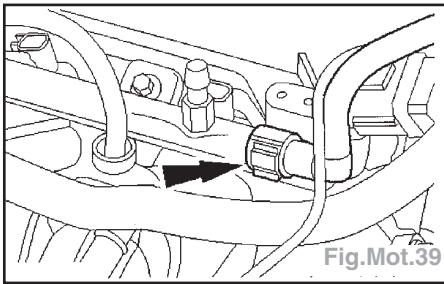

Fig.Mot.39
- Débrancher la canalisation d'alimentation de la rampe d'injection (Fig.Mot.39).